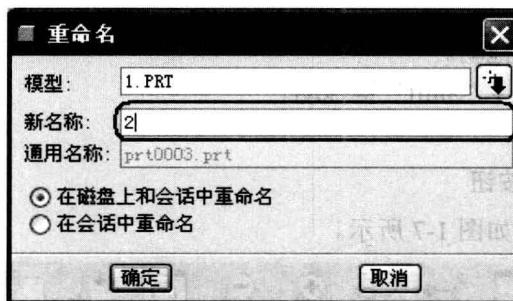

图 1-6 【重命名】对话框
(1) 点击菜单【文件】→【重命名】，弹出【重命名】对话框，如图 1-6 所示。